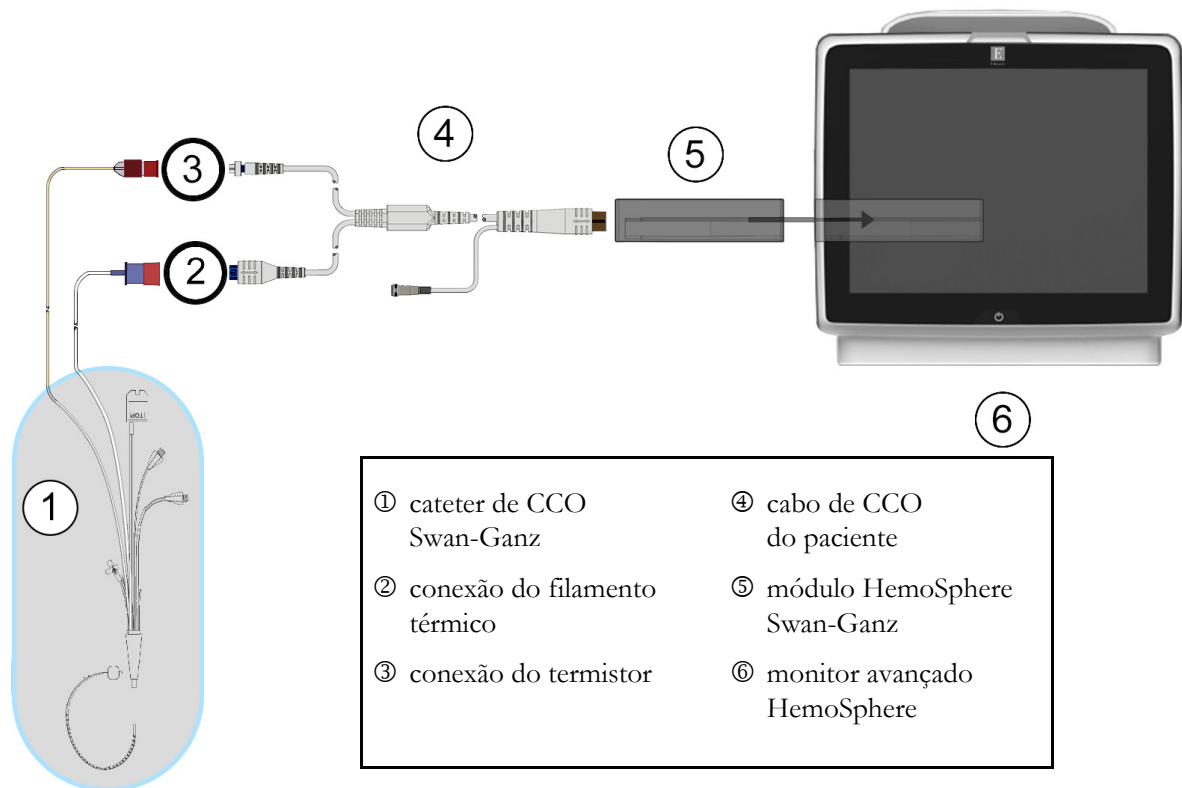

Figura 9-3 Visão geral da conexão de DC
- 2 Prenda a extremidade do cateter do cabo do paciente aos conectores do termistor e do filamento térmico no cateter de CCO Swan-Ganz. Essas conexões são destacadas como os números ② e ③ na figura 9-3 na página 125.